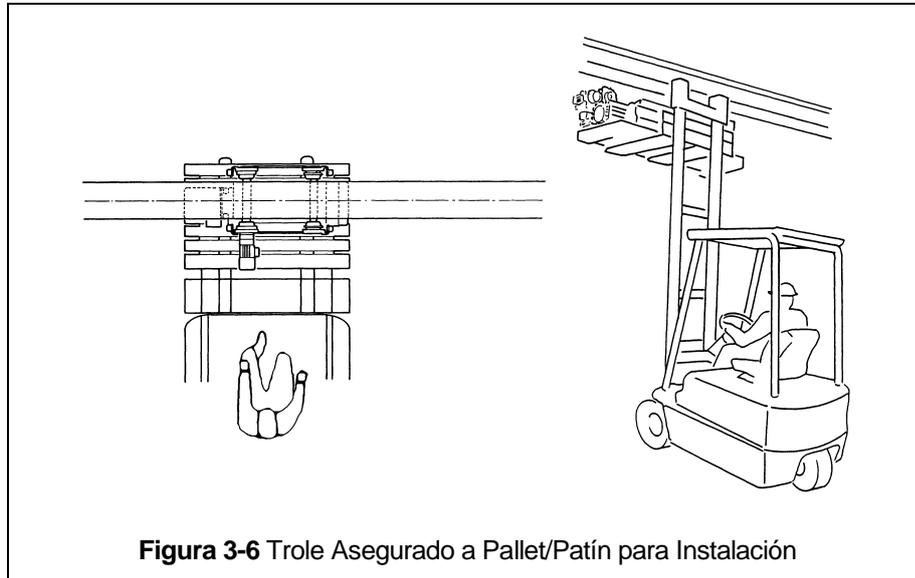

Figura 3-6 Trole Asegurado a Pallet/Patín para Instalación
⚠ ADVERTENCIA Cuando instale el polipasto con trole en una viga, SIEMPRE levante el polipasto a su posición con el trole ensamblado y firmemente sujeto a un pallet/patín. Levante el polipasto con trole con un montacargas, plataforma elevadora u otro medio similar. NUNCA use eslingas para levantar e instalar el polipasto con trole en la viga. Con un montacargas u otro medio adecuado, coloque el pallet/patín de modo que el eje horizontal de la viga sea paralelo al eje horizontal del polipasto con trole, como se muestra en la **Figura 3-6**.
- 2) Instale cualquier dispositivo adicional, si lo hay (cables de suministro de energía o botoneras, por ejemplo – consulte la **Sección 3.7**) en el polipasto con trole. Si el polipasto con trole no está asegurado a un pallet, colóquelo y asegúrelo a uno asegurándose de que el polipasto con trole esté completamente estable como se muestra en la **Figura 3-6**.